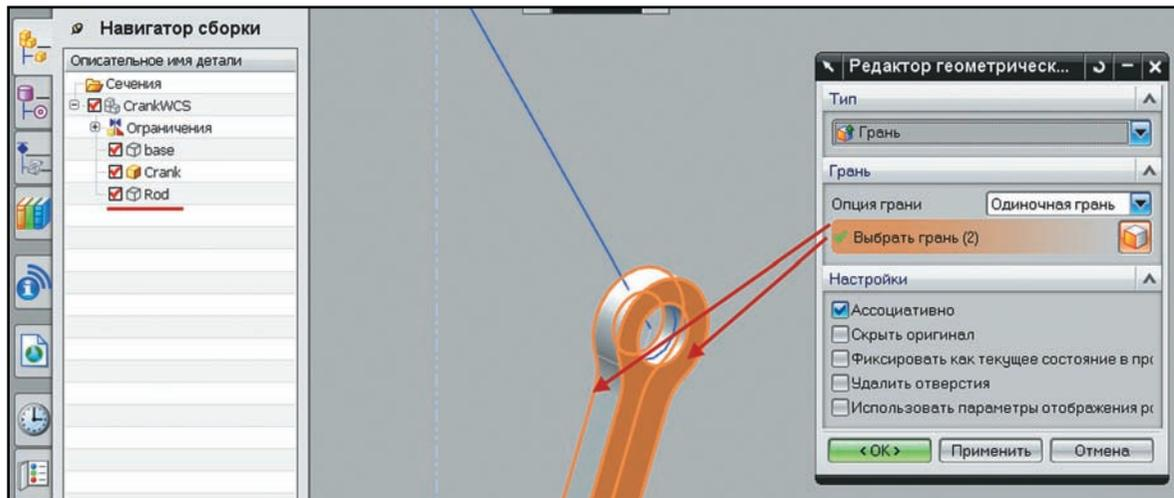

Рисунок 4.42. Создание связей с другим компонентом
- Сделайте компонент **Crank** рабочей деталью и ещё раз вызовите **Редактор геометрических связей WAVE** и скопируйте из компонента **Rod** две грани (рис. 4.42).